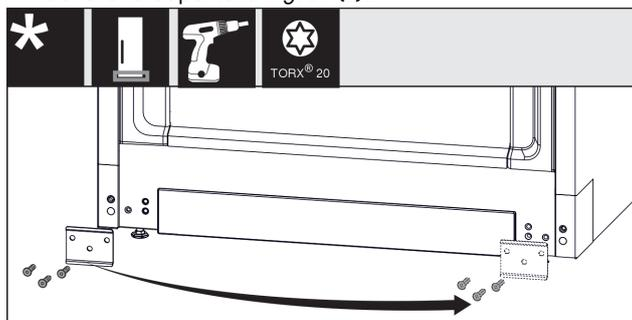

Fig. 15
- ▶ Svitare la lamiera Fig. 15 (1), girarla sull'alto lato e riavvitarla.